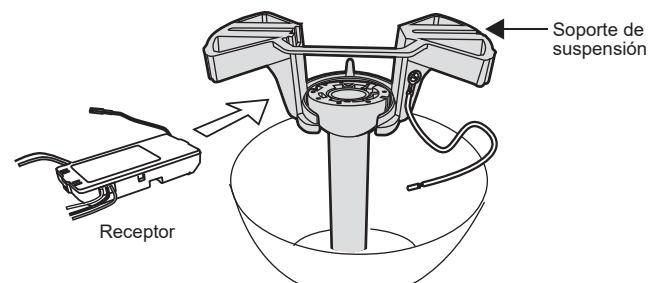

Fig. 13
Paso 1. Inserte el receptor en el soporte de montaje del techo con el lado plano del receptor hacia el techo. **(Fig. 13)** Para un mejor rendimiento, asegúrese de que la Antena Negra, en el extremo del receptor, permanezca extendida y sin enredarse con ninguno de los cables eléctricos.